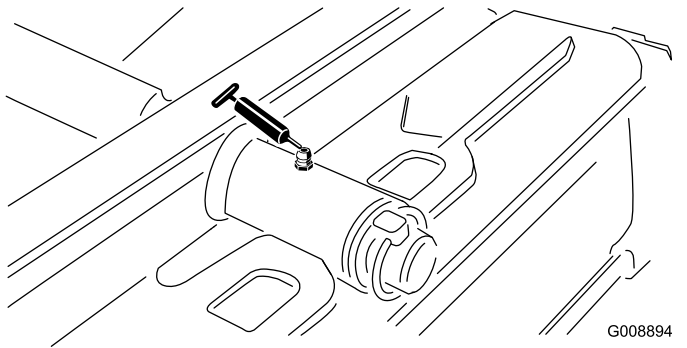

Figura 49
- Pivote de la unidad de corte trasera (Figura 49)